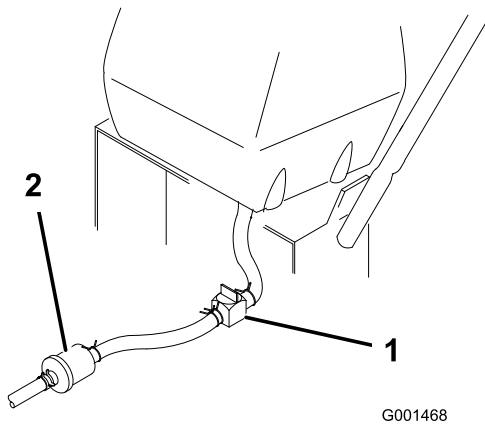

Bild 28
2. Schließen Sie den Kraftstoffhahn am Kraftstofftank (Bild 28).
3. Drücken Sie die Enden der Schlauchklemme zusammen und schieben Sie sie an der Kraftstoffleitung entlang, vom Kraftstofffilter weg (Bild 28).
4. Ziehen Sie die Kraftstoffleitung vom Kraftstofffilter (Bild 28). Öffnen Sie den Kraftstoffhahn und lassen Sie den Kraftstoff in einen Benzinkanister oder eine Auffangwanne ablaufen.
3. Schliessen Sie den Kraftstoffhahn am Kraftstofftank (Bild 28).
7. Öffnen Sie den Kraftstoffhahn am Kraftstofftank (Bild 28).